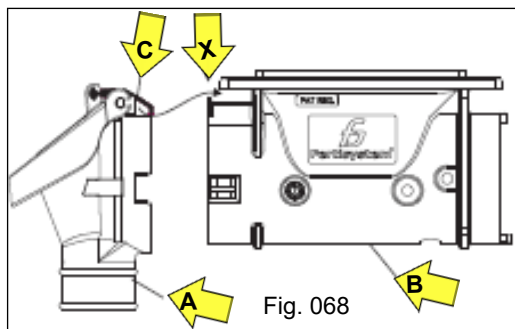
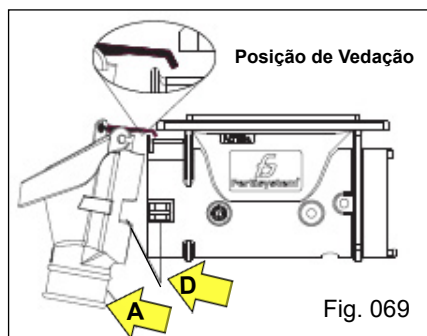
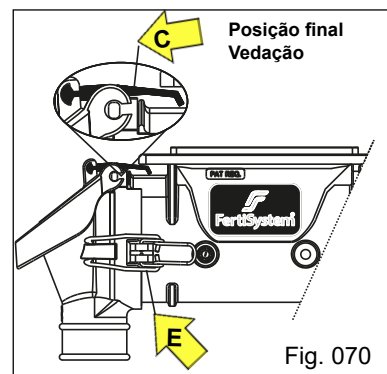

Fig. 068
Fig. 069
Fig. 070
Para realizar a montagem do conjunto do bocal "A", aproxime-o ao corpo principal "B", observando que a vedação "C", fique sobreposta ao ponto "X" do corpo principal "B" (Fig. 068). Para que isso ocorra, incline levemente o conjunto do bocal "A" (Fig. 069) e direcione aos encaixes "D" em ambos os lados, alinhando-os e fixando até o final. Após fixe com o fecho inox "E" (Fig. 070), girando até o travamento final em ambos os lados. Observe a posição final da vedação "C" (Fig. 070).
Ao realizar a operação de retirada do bocal, faça com cuidado o destravamento do Fecho Inox (E) (Fig. 070) para que não ocorra danos nas mãos pelo "efeito mola" proporcionado pelo mesmo.